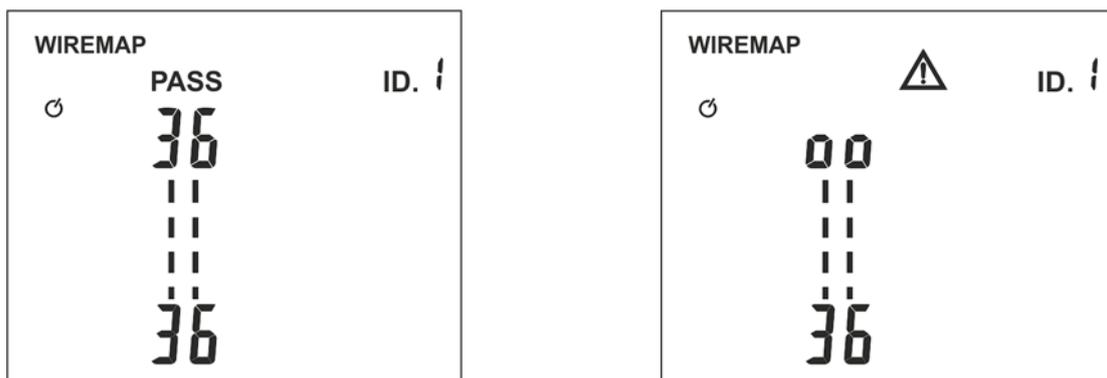

Fig. 13: Visualización prueba sobre cable COAX con conector F
4. Pulse la tecla **TEST/←**. El instrumento realiza la prueba mostrando el mensaje “**PASS**” para la prueba correcta (ver la Fig. 13 – parte izquierda) o el símbolo “” además de los pares parpadeantes en caso de cable interrumpido (ver la Fig. 13 – parte derecha)